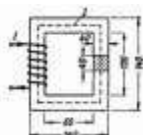

Рисунок 4 –
- 2 Замкнутая магнитная цепь (рисунок 4) выполнена из пластин трансформаторной стали. Сколько витков должна иметь катушка с током 0,5 А, чтобы создать в сердечнике магнитный поток  $0,0016 \text{ Вб}$ ?